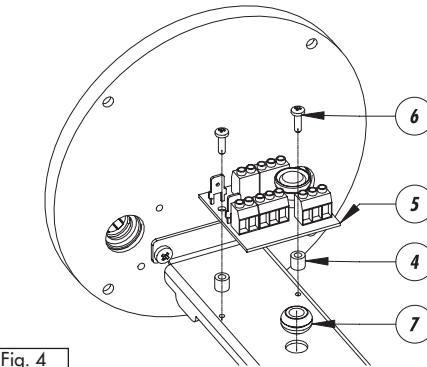

Fig. 4
- Montare il circuito d'appoggio (Fig. 4, punto 5) sulla slitta interna della custodia con i relativi distanziatori (punto 4) e le viti di fissaggio (punto 6).
- Montare il gommino passafilo (Fig. 4, punto 7) sul foro del foro della slitta interna.
- Monter le circuit de soutien (Fig. 4, point 5) sur la glissière interne du caisson avec les entretoises correspondantes (point 4) et les vis de fixation (point 6).
- Monter le caoutchouc passe-fil (Fig. 4, point 7) sur l'orifice de la glissière interne.
- Assemble the support circuit (Fig. 4, point 5) on the inner slide of the housing using the related spacers (point 4) and the fastening screws (point 6).
- Assemble the rubber wire guide (Fig. 4, point 7) on the hole of the inner slide.
- Die Trägerschaltung (Fig. 4, Punkt 5) mit den zugehörigen Abstandsstücken (Punkt 4) und Befestigungsschrauben (Punkt 6) auf den internen Gehäuseschlitten montieren.
- Das Drahtführungsgummi (Fig. 4, Punkt 7) auf das Loch des internen Schlittens montieren.